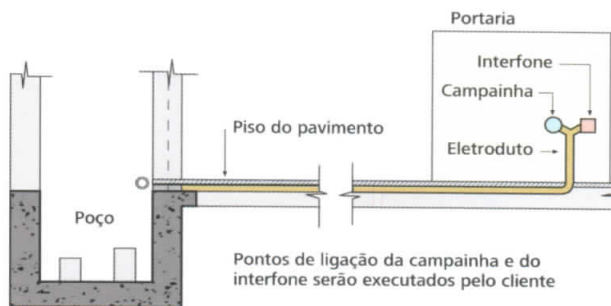

Figura 16
- No caso de fornecimento de interfone e alarme – Deverá existir eletroduto $\varnothing 1"$ e fiação da caixa do elevador à portaria ou sala de segurança (Figura 16). Sendo: